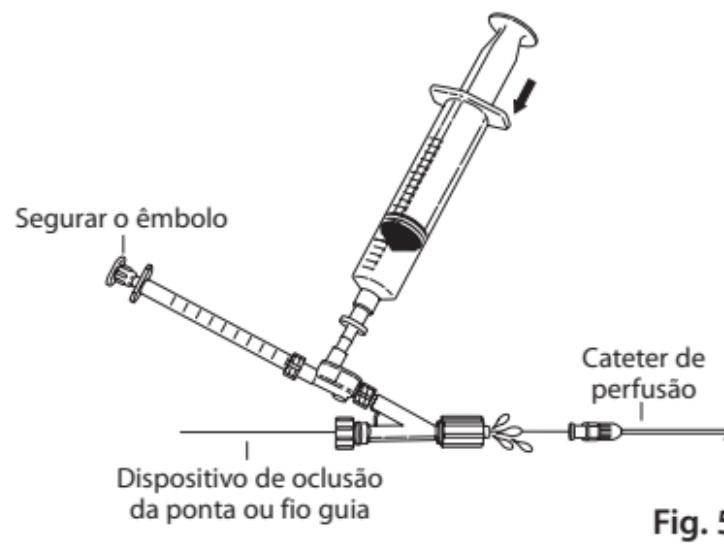

Fig. 5
7. Para adaptar a válvula de segurança unidirecional dupla e o adaptador Tuohy-Borst ao cateter de perfusão, desaperte a válvula Tuohy-Borst e faça deslizar o conjunto sobre o dispositivo de oclusão da ponta. Antes de adaptar o conjunto ao cateter, mantenha o êmbolo da seringa de 1 mL imobilizado e pressione o êmbolo da seringa de 20 mL, certificando-se de que todo o ar é purgado do conjunto. Deixe um pouco de solução no conector Luer-Lock do adaptador Tuohy-Borst antes da ligação ao cateter de perfusão. (**Fig. 5**)